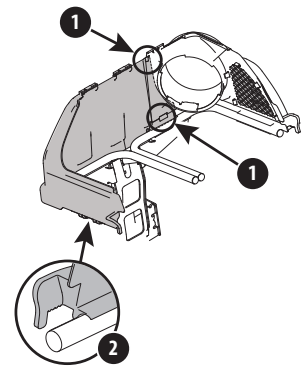

Figure 13
- Faites glisser le couvercle gauche du bac récupérateur dans le support de la goulotte supérieure et installez-le sur le support des sacs collecteurs. Faites enclencher les deux pattes sur la partie avant du support de la goulotte supérieure. Voir Figure 13 (1). Faites enclencher les éléments de fixation sur la barre gauche du support des sacs collecteurs. Voir Figure 13 (2).